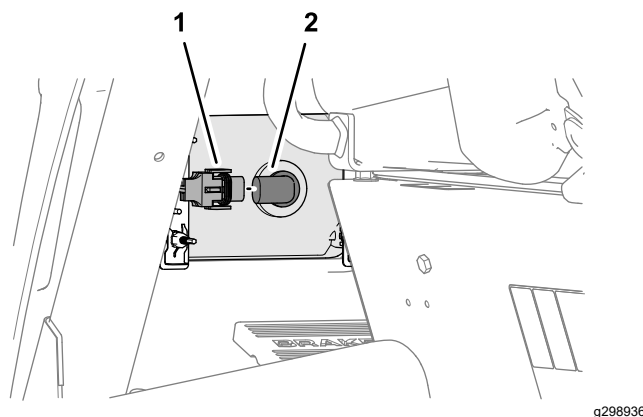

Figura 142
6. Conecte el conector del faro del arnés de cables de la máquina al conector de la lámpara del faro (Figura 142).